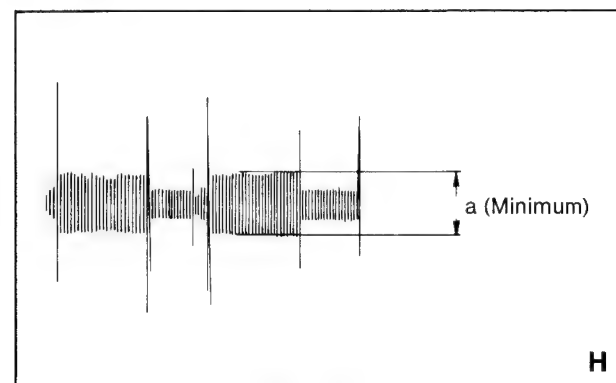

Bild 3-31
2. Tastkopf an TP 203, mit R 224 und L 203 Minimum einstellen. Zur Optimierung mehrmals wiederholen (Bild 3-31).